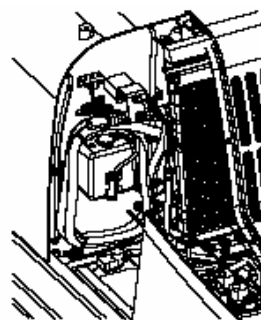

Figura 130
3. Gire el interruptor de la bomba de combustible (Figura 130) situado dentro de la caja de la batería en el lado frontal a la posición "I".